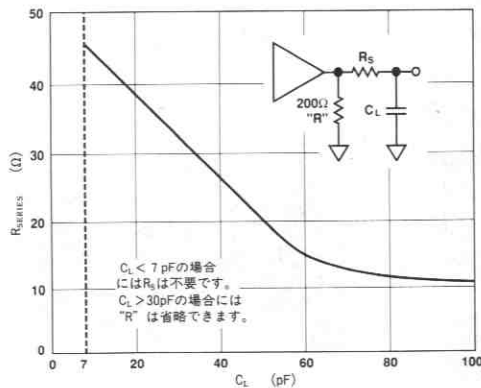

図1. C_L に対する推奨 R_s
AD9630の出力の浮遊容量や負荷容量（7pF以上の場合）により、周波数のピーキングが現われます。バッファ出力と容量性負荷との間に接続された小さな直列抵抗（ R_s ）により、この影響を打ち消すことができます。図1に最も平坦な周波数特性を得るための R_s の最適値を C_L との関数として示します。図2に最適の R_s を使用した場合の各種の容量性負荷に対する周波数特性を示します。
*ピン配置を参照。 **図1を参照。